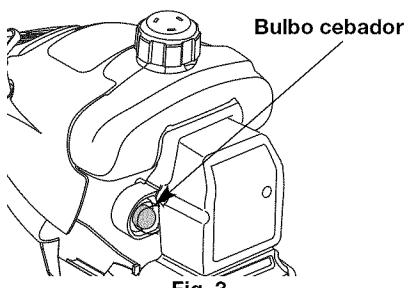

Fig. 3
- Oprima completamente el cebador y suéltelo 10 veces. Hágalo lentamente. Se deberá ver un poco de combustible en el cebador y en las tuberías de alimentación de combustible (Fig. 3). Si no puede ver el combustible en el cebador, oprimalo y suéltelo tantas veces como sea necesario hasta que vea combustible en el mismo.